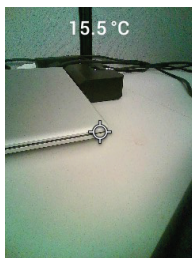

Рисунок 5.3 Изображение с цифровой камеры видимого спектра
4. Выполните просмотр изображения на дисплее, см. **рис. 5.3**.